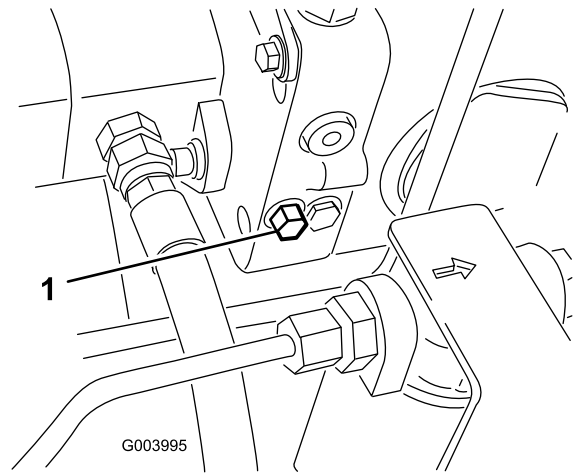

Figura 72
1. Rode o parafuso da válvula de derivação 1½ voltas para abrir para permitir a passagem do óleo internamente (Figura 72).